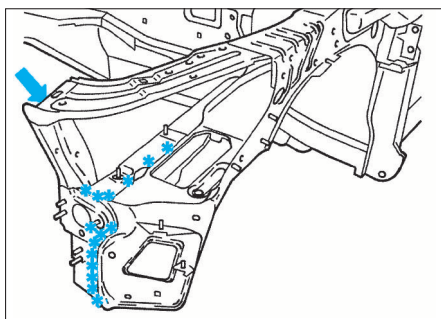

FIG. 9
- Fraiser les points de soudure électrique (Fig.9).